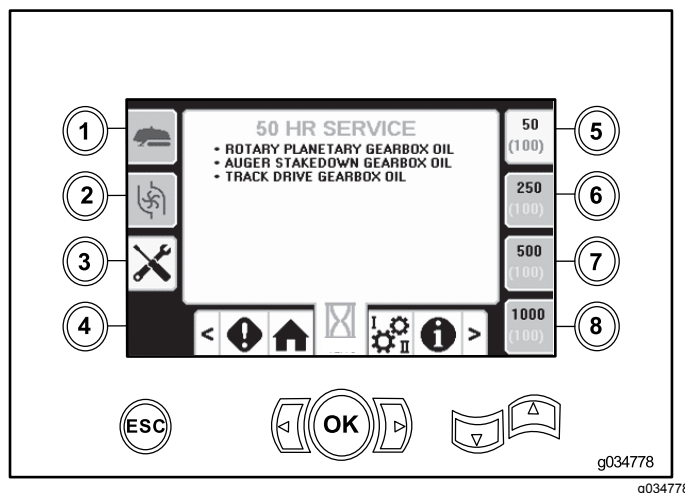

Figure 43
- Bouton 1 – calendrier d'entretien à 50 heures (Figure 43)